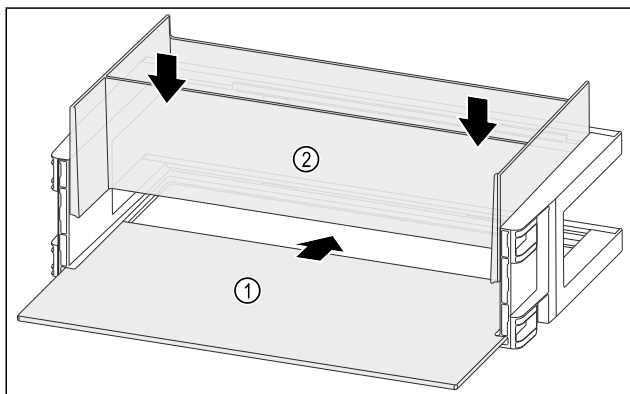

Fig. 114
- ▶ Вдвиньте съемную полку Fig. 114 (1) в боковые пазы.
- ▶ Смонтируйте органайзер Fig. 114 (2).